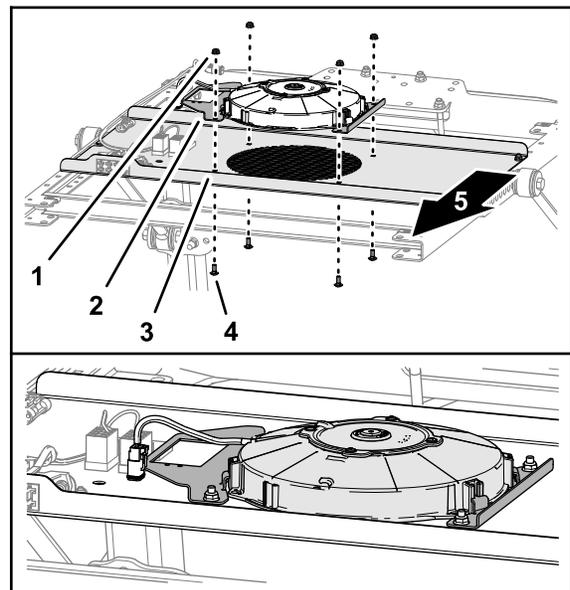

Figure 4
4. Placez les trous des supports du ventilateur en face du trou du panneau de commande, comme montré à la Figure 4.
- Fixez le ventilateur de refroidissement et les supports sur le panneau de commande (Figure 4) au moyen de 4 boulons de carrosserie (1/4" x 5/8") et 4 contre-écrous à embase (1/4").